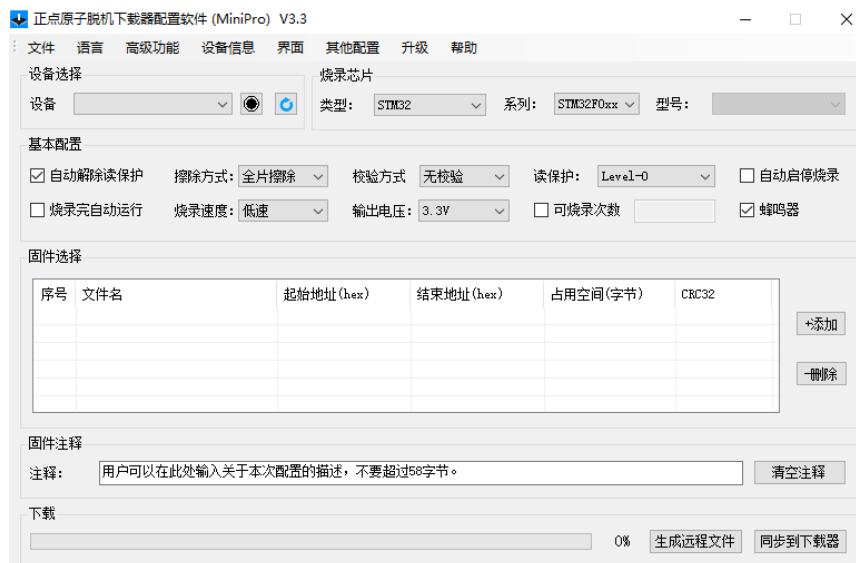

图 2-2 选择 MiniPro 软件打开
- 一、因最新版的上位机与 P100 脱机下载器同用，用户使用时，打开软件时，请选择 MiniPro，如图 2-2 所示。
二、将脱机下载器通过 USB 连接至电脑（驱动正确安装），打开配置软件，软件识别到脱机下载器后，软件上的指示灯点亮为红色，则表明已经成功连接，如图 2-2 所示。